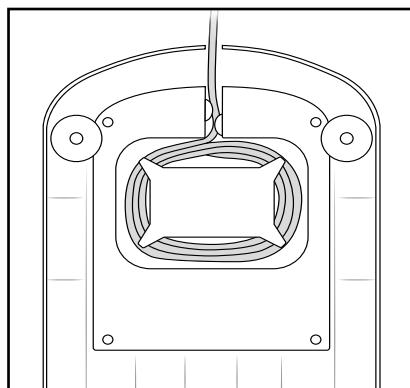

Abb. 6
- Wickeln Sie zur Aufbewahrung das Netzkabel um die Kabelaufwicklung **10** (Abb. 6).